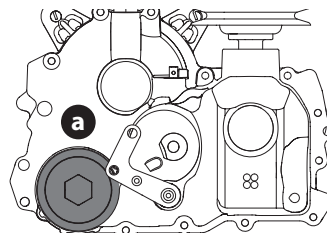
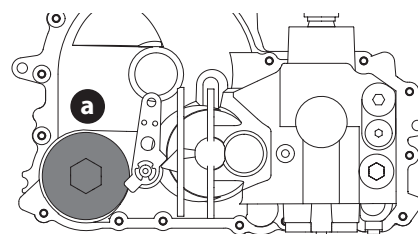

Fig. 43
Fig. 44
2. Coloque un recipiente adecuado debajo de la tapa del filtro de aceite (a) de la transmisión. Retire la tapa del filtro de aceite de la transmisión para drenar el aceite (Fig. 43 para serie 700, Fig. 44 para serie 900). Extraiga y deseche la junta tórica.
4. Coloque el filtro nuevo y ajuste una junta tórica nueva en la tapa del filtro (a) (Fig. 43 para serie 700, Fig. 44 para serie 900).